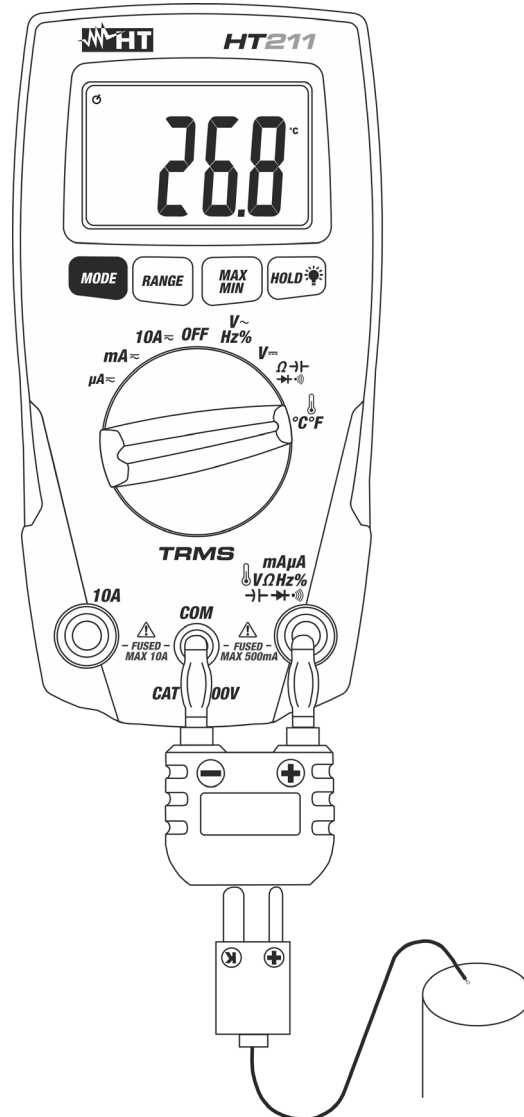

Abb. 8: Temperaturmessung
3. Verbinden Sie den Temperatur-Adapter mit den  $\text{mA}/\mu\text{A}/\text{V}/\Omega/\text{Hz}/\%$  (+) und **COM** Buchsen (-) und achten Sie auf die Polung (siehe Abb. 8)